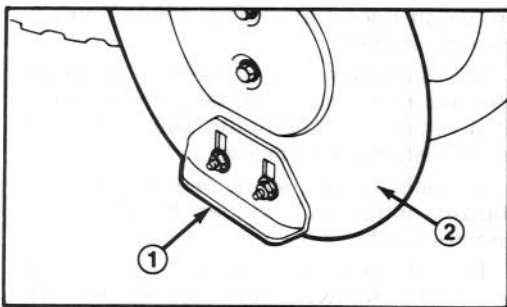

Abbildung 20
1. Die Schneefräse auf eine ebene Fläche stellen. Die vier Bundmutter (Abb. 20) mit denen beide Kufen an den Seitenplatten des Räumgehäuses befestigt sind, lösen. Die Kufen müssen sich nach unten und oben verschieben lassen.
3. Die vier Bundmuttern (Abb. 20), mit denen beide Kufen an den Seitenplatten des Räumgehäuses befestigt sind, lösen. Dann die Kufen ganz nach unten schieben, so daß das Räumgehäuse größtmöglichen Abstand vom Boden hat. Nun die Bundmuttern wieder festziehen.